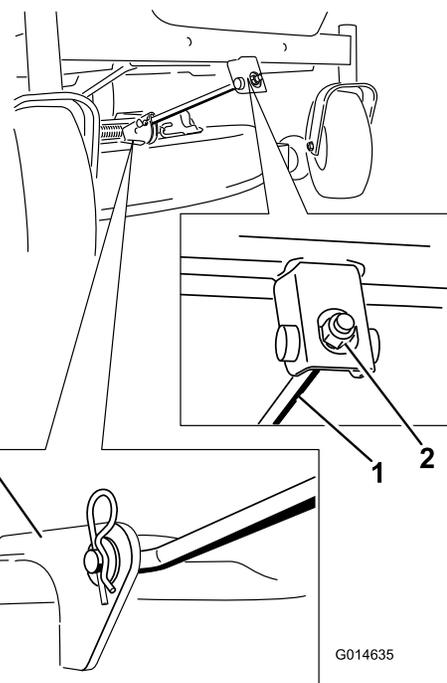

Figura 54
- Retire la claveta de la varilla de soporte delantera y retire la varilla del soporte de la carcasa (Figura 54). Baje cuidadosamente la parte delantera de la carcasa del cortacésped al suelo.
6. Conecte la varilla de soporte delantera a la carcasa del cortacésped con el pasador y la chaveta (Figura 54).